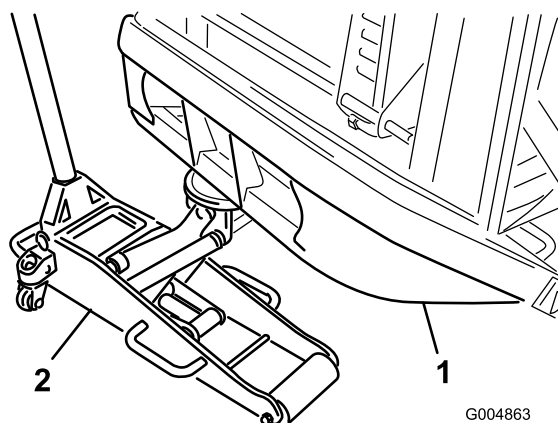

Figura 94
5. Coloque un gato de suelo apropiado debajo del tubo del parachoques trasero, y eleve los neumáticos traseros del suelo (Figura 94).